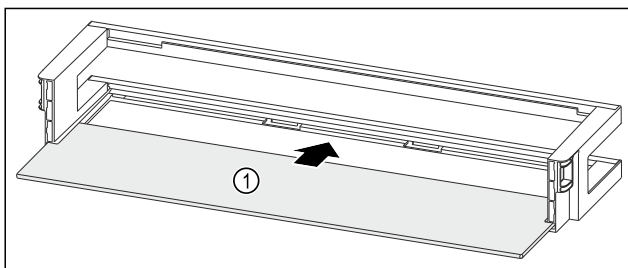

Fig. 94 Лотки на дверцятах з полицею
- ▶ Посуньте полицю Fig. 94 (1) у бічні пази.